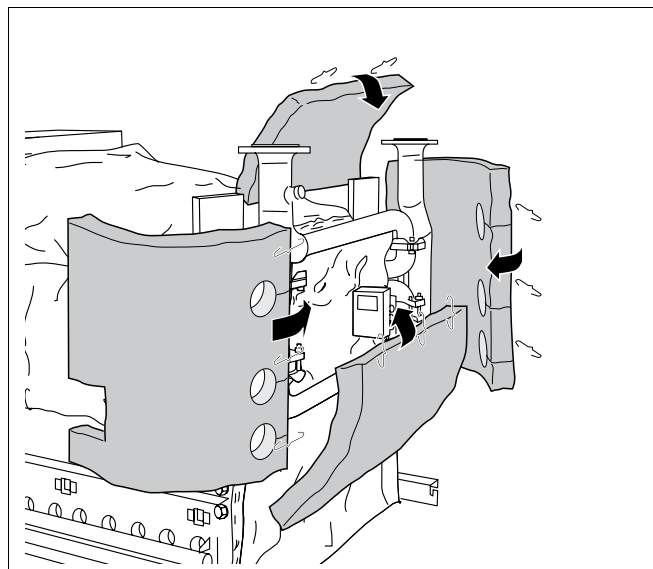
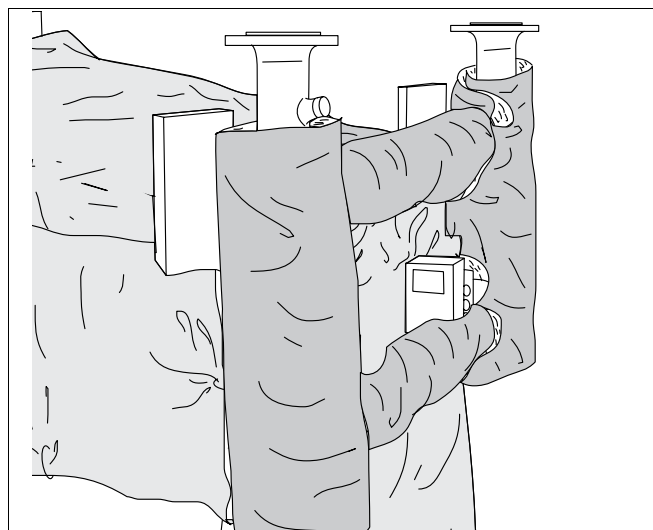

Fig. 51 Montarea izolației termice și pentru conducte
Fig. 52 Izolația termică pentru conducte se montează în cele din urmă
Montarea izolației termice și pentru conducte (fig. 51 u. fig. 52).
- Izolația termică (stîngă și dreaptă) se poziționează pe conductele verticale și se prinde cu arcuri de fixare. Prin decuparea rotundă superioară și inferioară sunt trasate conductele (fig. 51).
- Servomotorul este dirijat prin tăietura rotundă din mijloc (fig. 51).
- Izolația termică (superioară și inferioară) pentru poziționarea la conducte (fig. 51).